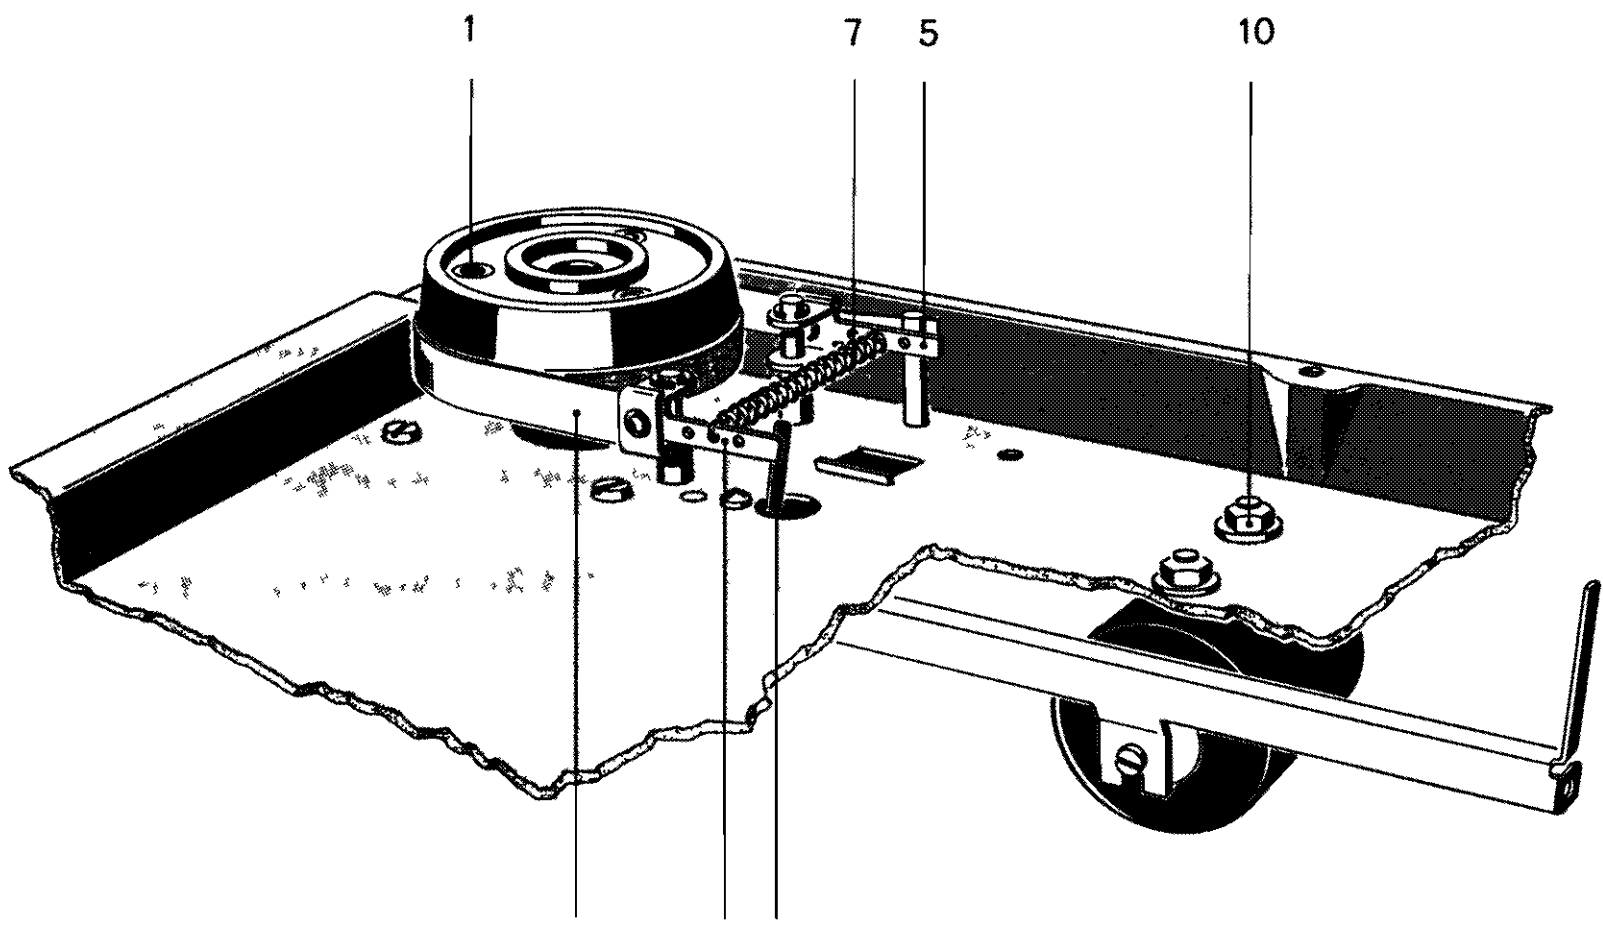

Fig. 2
Bedienungsknöpfe und Rändelscheiben nach oben abziehen. Ferner sind die drei Befestigungsschrauben jedes Bandspulentellers (1 in Fig. 2), die beiden Federstifte der Andruckarm-Abdeckung (2) sowie die Schlitzschrauben der Kopfabdeckung und der Abdeckplatte abzuschrauben. Beim späteren Zusammenbau achte man durch gleichmäßiges Anziehen der Spulentellerbefestigungsschrauben (1) darauf, dass die Spulenteller nicht schlagen. Gegebenenfalls ist eine um 120° versetzte Montage der Spulenteller erforderlich.
Nach dem Auswechseln einer Bremsrolle oder eines Bremsbandes muss die Bremsmechanik und der Hub des Bremslösemagneten neu eingestellt werden. Wenn nötig, sind die Spannhebel (9 in Fig. 2) durch leichtes Biegen so einzustellen, dass sie bei Betätigung der Abhebebolzen (8 in Fig. 2) gleichzeitig abheben. Der Hub des Bremslösemagneten, der beim Bandlauf die Bremsbänder von ihren Rollen abhebt, lässt sich nach Lösen der beiden M 4 Muttern (10 in Fig. 2) durch Verschieben des Magneten in den Schlitzlöchern verändern. Durch gleichzeitiges Drücken der Betriebs- und Stoptaste wird der Magnet erregt. Jetzt verschiebt man den Bremslösemagneten soweit nach hinten, bis die Bremsbänder 0,1 bis 0,2 mm von der Bremsrolle abheben. In dieser Stellung werden die Befestigungsmuttern wieder festgezogen.